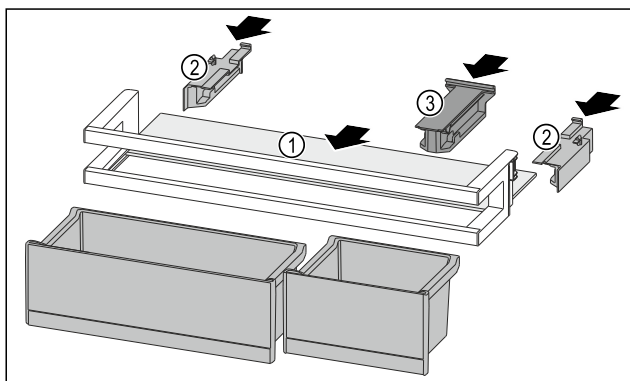

Fig. 128
- ▶ 将搁板 Fig. 128 (1) 推入侧面凹槽。
- ▶ 插入侧面部分 Fig. 128 (2)。
- ▶ 插入定位件 Fig. 128 (3)。